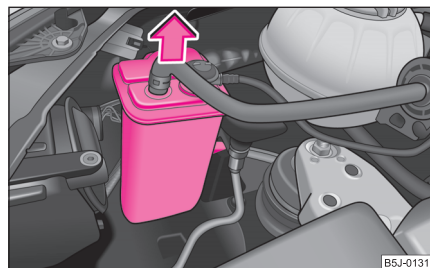

Fig. 185 Sortir le réservoir à charbon actif
- Sur un véhicule avec moteur à essence, enlevez le réservoir à charbon actif avant de remplacer l'ampoule du phare avant droit ⇒ fig. 185.